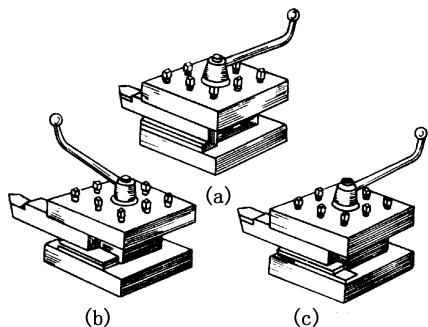

图3-12 车刀的装夹
(1) 车刀装车刀架上伸出部分的长度应尽量短，一般为刀杆厚度的1~1.5倍，车刀下面垫片的数量要尽量少(一般为1~2片)，并与刀架边缘对齐，且至少用两个螺钉平整压紧，以防振动(图3-12)。